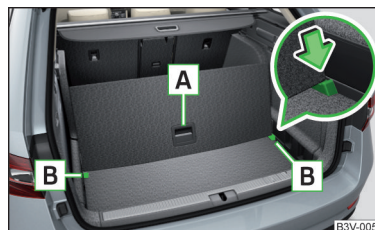

Abb. 146
- Den hinteren Teil des variablen Ladebodens am Griff **A** » Abb. 146 anheben.